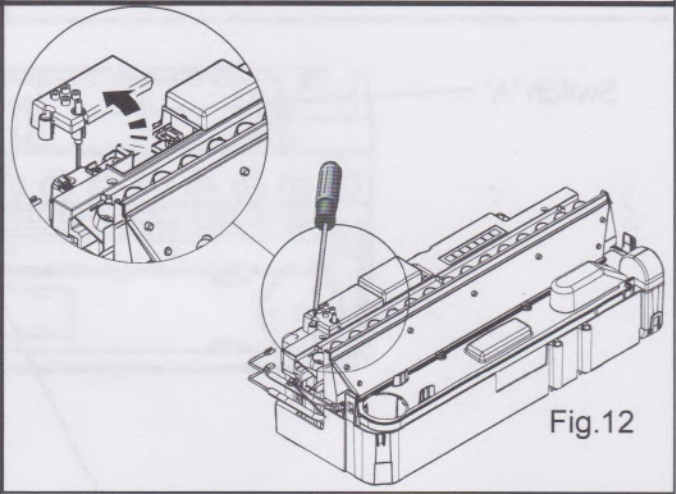

Fig.12
3. Снимите технологическую крышку, выкрутив крепежный винт (рис. 12).